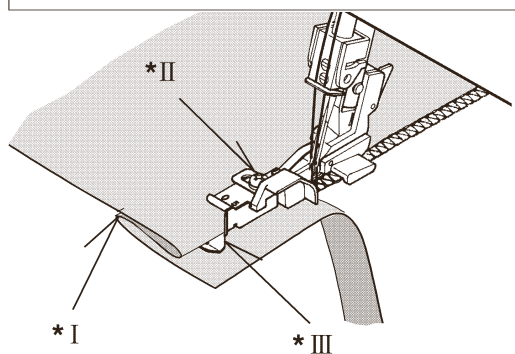
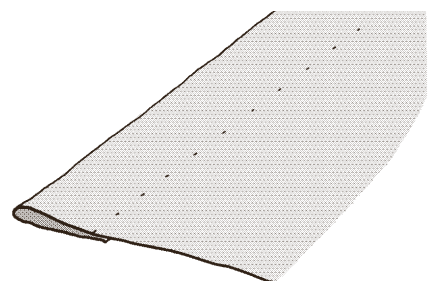

Fig. 2
Fig. 3
2. Подложите материал под лапку изнаночной стороной вверх. Заправьте подогнутый край в направитель перед лапкой, опустите лапку. Попробуйте сначала на образце и настройте направитель так, чтобы игла слегка захватывала складку. Регулировка направителя осуществляется на маленьком винте в верхней части лапки (см. рис. 2).
3. Когда все будет отрегулировано правильно, прошейте подгибку. Излишек ткани будет срезан ножом (рис. 2). Расправьте и приутюжьте. На лицевой стороне ткани строчка должна быть почти не видна (рис. 3).